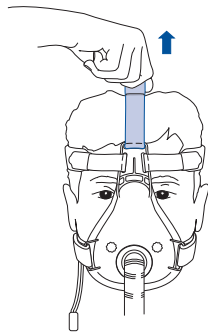

Figura: 5
- 5 Ajuste a correia superior de Velcro (Fig. 5) com muito pouca tensão para proporcionar uma maior estabilidade ao ajuste da máscara. A máscara deverá ser bem presa mas não demasiadamente apertada.